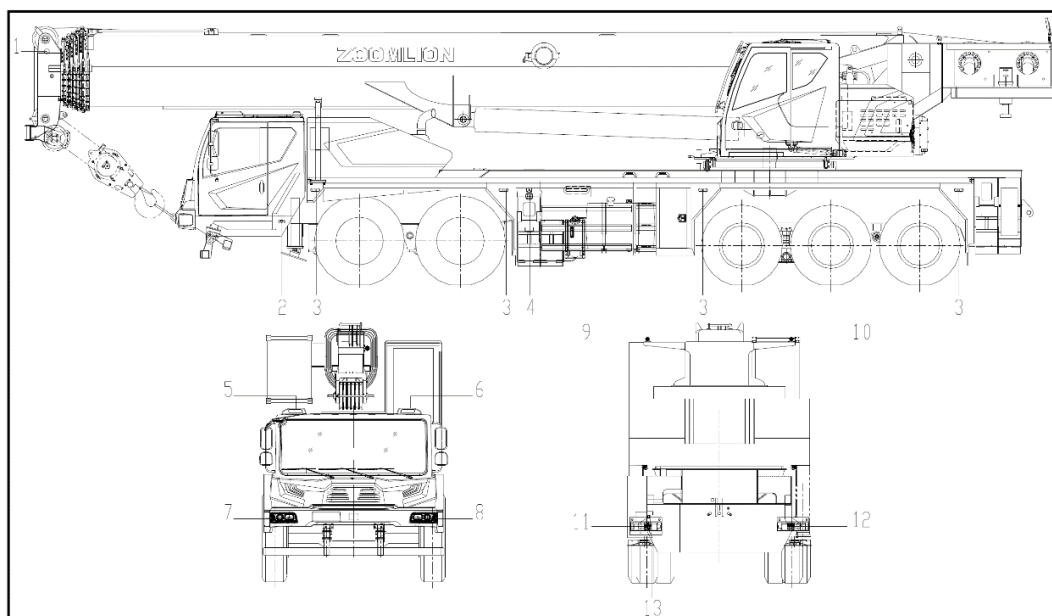

Figura 3-33 Iluminação do veículo
- Gire o botão de partida para a posição “ACC” e examine a iluminação antes de mover o guindaste. Consulte a Figura 3-33.